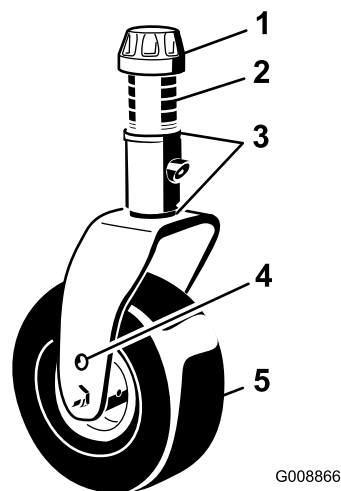

Figura 14
11. Regolate gli spessori da 3 mm sulla forcella (o sulle forcelle) della ruota orientabile, finché l'altezza di taglio non corrisponde al valore riportato sull'adesivo (Figura 14); fate riferimento a Regolazione del passo dell'apparato di taglio.